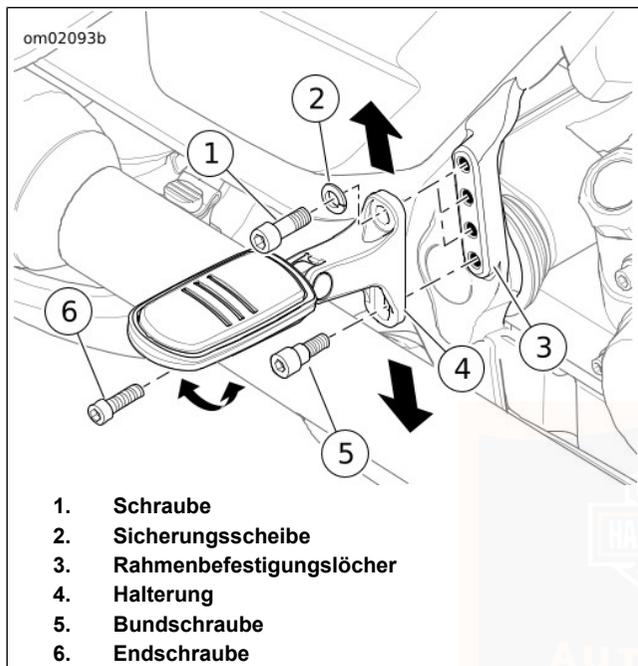

Abbildung 61. Sozialsfußraste (typisch)
1. Siehe Abbildung 61. Die Endschraube (6) entfernen.